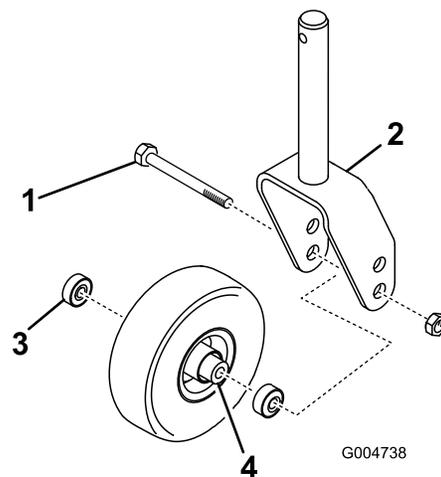
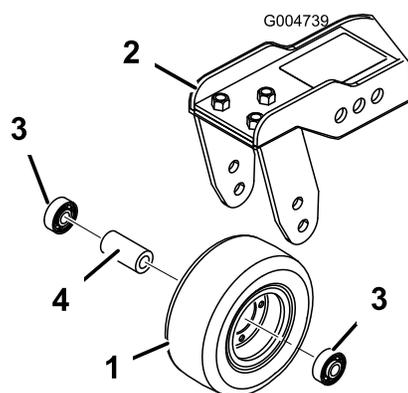

Figura 79
Figura 80
1. Togliete il dado di bloccaggio dal bullone che fissa il gruppo ruota orientabile alla forcella (Figura 79) o al braccio di rotazione (Figura 80). Afferrate la ruota orientabile ed estraete la vite a testa cilindrica dalla forcella o dal braccio di rotazione.
2. Togliete il cuscinetto dal mozzo della ruota e lasciate cadere il distanziale del cuscinetto (Figura 79 e Figura 80). Togliete il cuscinetto dalla parte opposta del mozzo della ruota.